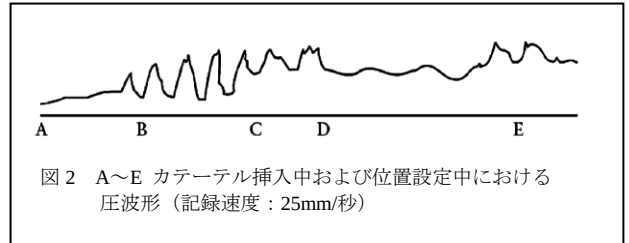

図2 A～E カテーテル挿入中および位置設定中における圧波形 (記録速度: 25mm/秒)
注意：バルーンの拡張に空気を使用する場合、バルーンの破裂や動脈系への空気混入の危険性を考慮する必要がある。10cm 間隔に記された印によってカテーテル挿入部の長さを確認する。カテーテルによっては、圧波形を観察しながら進めること。〔図2参照〕
5. RAP 波形が現れたら (図2-A)、バルーンを最大限に拡張させる。(SP5105LNHの場合は0.75mL、SP5107MNHの場合は1.5mL)
6. カテーテルを右心房から右心室へ進める (図2-B)。右心房を通過した後カテーテルのRVP 推移が記録されない場合は、シリンジを取り外してバルーンを収縮させ、カテーテルをゆっくりと手前へ引き戻し、再度バルーンを拡張させてカテーテルを進める。圧波形をモニターしながらカテーテルを肺動脈に進める (図2-C)。カテーテルが肺動脈内まで達しない場合は、バルーンを縮小させ、カテーテルの先端部が右心房内にくるまで引き、バルーンを再拡張させステップ4、5、6 を繰り返す。
7. カテーテルを、PCWP が現れるまで肺動脈へゆっくりと進行させる。〔図2-D〕
8. 圧波形がPCWP からPAP へと推移することをモニターしながら (図2-E)、バルーンを完全に縮小させて (シリンジを取り外して) カテーテルが肺動脈内の適切な位置にあることを確認する。PCWP が得られるまでバルーンをゆっくりと再拡張させ、必要な空気量を記録する。適切な値は0.5～0.75mL (SP5105LNHの場合)、1.25～1.5mL (SP5107MNHの場合) である。